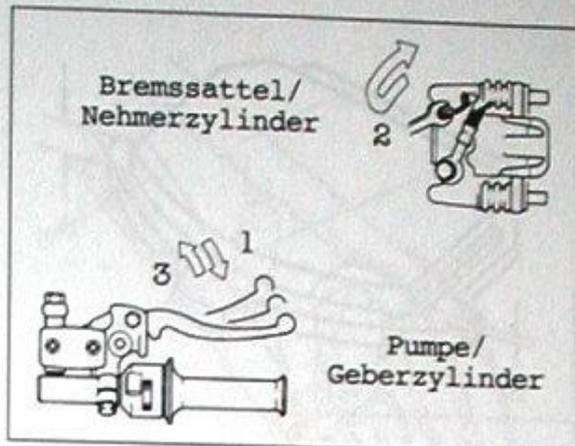

Bild 54
- Hebel bzw. Pedal anziehen und Entlüftungsventil um $\frac{1}{8}$ bis $\frac{1}{2}$ Umdrehung öffnen und sofort wieder schliessen (Bild 54). Hebel bzw. Pedal wieder freigeben.